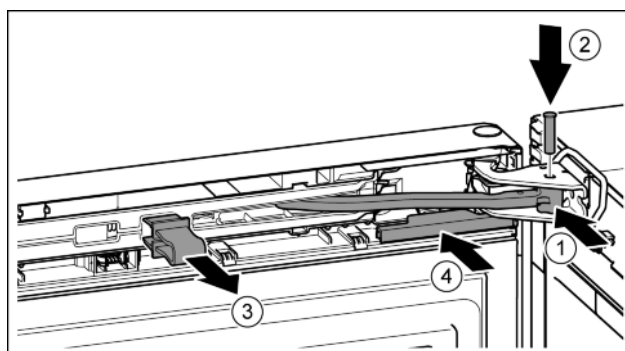

Fig. 20
► Tourner l'articulation dans le support de palier. Fig. 20 (1)
- Introduire le boulon dans le support de palier et l'articulation. Veiller à ce que l'ergot d'encliquetage repose correctement dans la rainure. *Fig. 20 (2)*
- Enlever l'arrêtoir. *Fig. 20 (3)*
- Enfiler le cache. *Fig. 20 (4)*